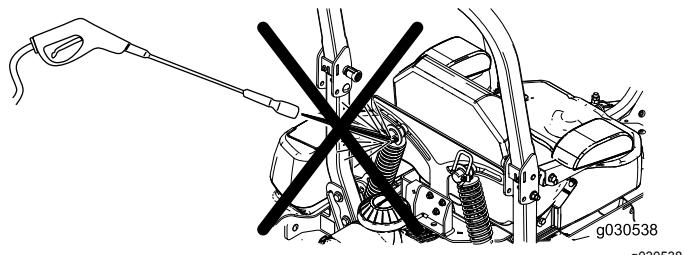

Bild 112
**Hinweis:** Reinigen Sie die Stoßdämpfer nicht mit einem Hochdruckreiniger (Bild 112).